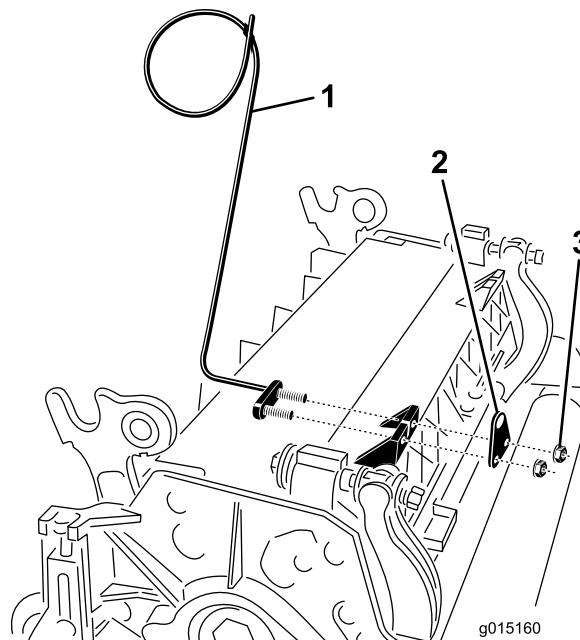
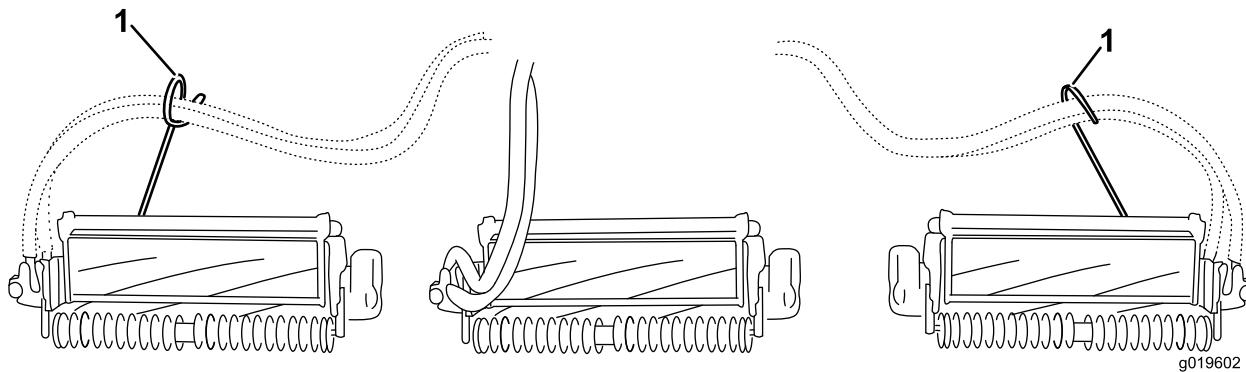

Figura 7
Figura 8
7. Sull'apparato di taglio 4 (anteriore sinistro) e 5 (anteriore destro), utilizzate i dadi di montaggio della staffa dell'asta per montare le guide dei flessibili nella parte anteriore delle alette dell'apparato di taglio. Le guide del flessibile devono essere inclinate verso l'elemento di taglio (Figura 6, Figura 7, Figura 8).